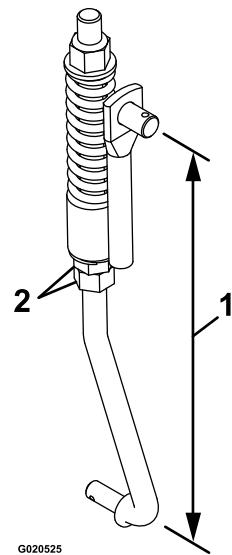

Figura 47
- 8. Ajuste la longitud del acoplamiento con las 2 tuercas situadas en la parte inferior del conjunto de muelle vertical (Figura 47).